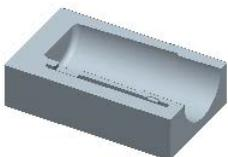
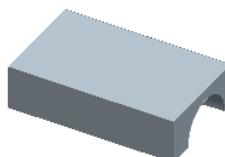

图 7.17 模型的下半部分体积块
图 7.18 模型的上半部分体积块
Step3. 在“体积块分割”操控板中单击 **体积块** 按钮，在“体积块”界面中单击 **1 体积块_1** 区域，此时模型的下半部分变亮，如图 7.17 所示，然后在选中的区域中将名称改为 lower_mold；在“体积块”界面中单击 **2 体积块_2** 区域，此时模型的上半部分变亮，如图 7.18 所示，然后在选中的区域中将名称改为 upper_mold。